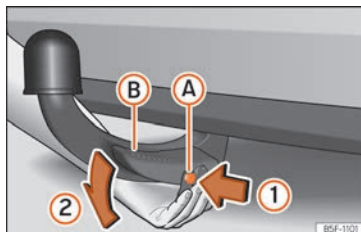

Abb. 189 Anhängerkupplung ausbauen
- Drücken Sie den Entriegelungsbolzen (A) in Pfeilrichtung (1) und gleichzeitig den Hebel (B) in Pfeilrichtung (2) bis zum Anschlag »» Abb. 189.